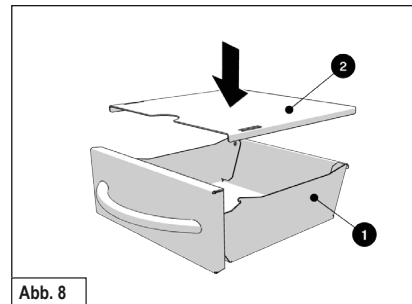

Abb. 8
- ▶ Setzen Sie den Deckel (2) auf den Aschebehälter (1) (Abb. 8).